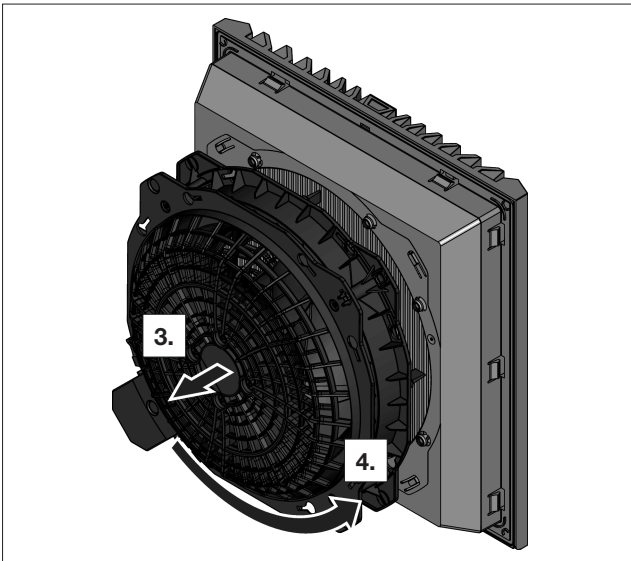

Abb. 16: Drehen Lüftergehäuse
- Drehen Sie das Lüftergehäuse dann um 90°, 180° oder 270°, so dass der Elektroanschluss in der gewünschten Position liegt (siehe Abb. 16).